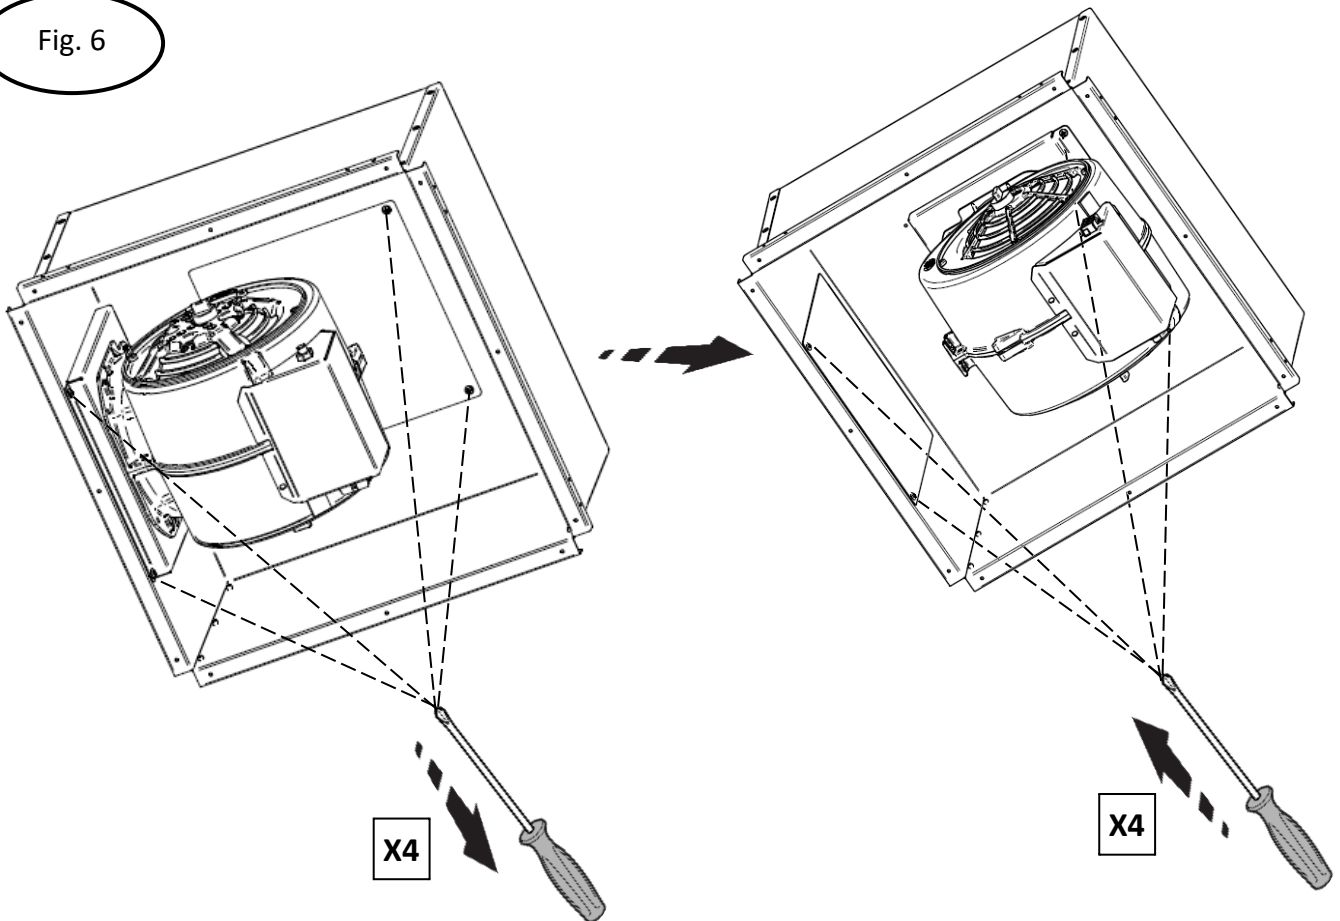

Fig. 7
- Une fois la direction du flux d'air définie, monter les 4 supports de centrage du ventilateur fournis (fig.7).